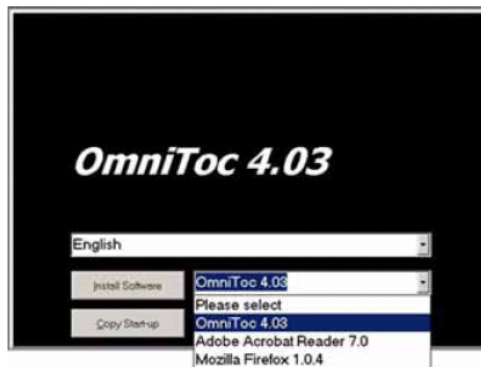

图29 安装程序
3. 在第一个列表框中选择需要的语言种类 (图29)。
4. 在第二个列表框中选择控制和评价软件“OmniTocX.xx” (图29)。